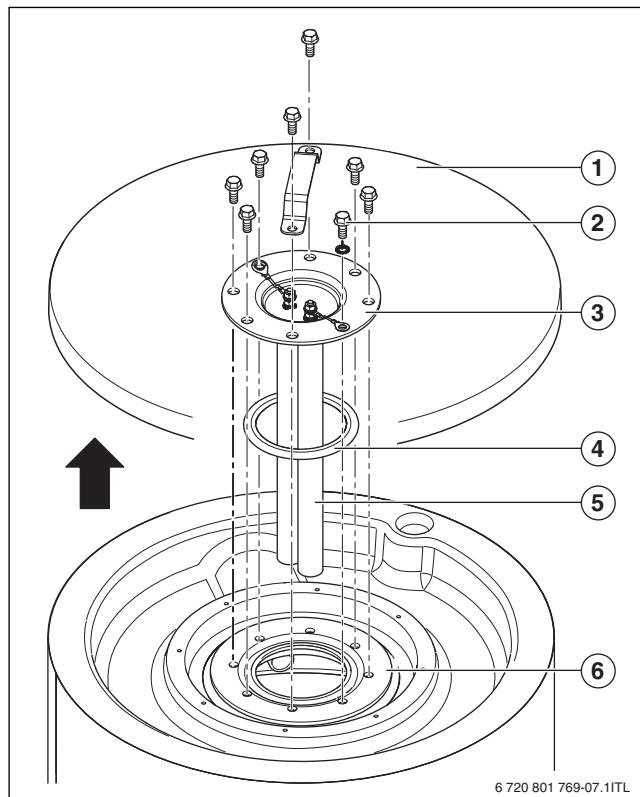
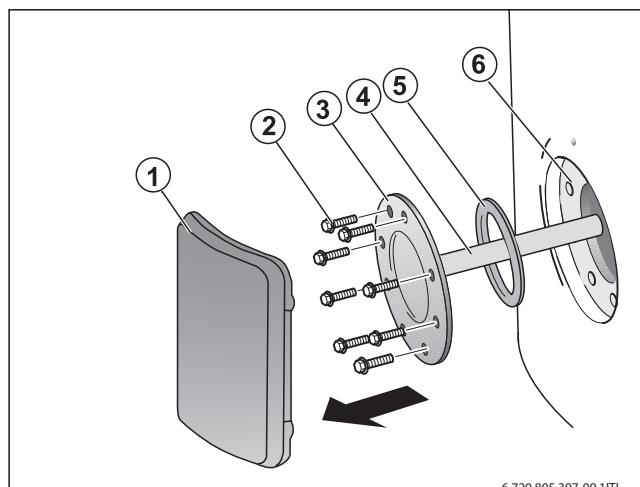

Fig. 17 Démonter le couvercle de la trappe de visite SU54/5
Fig. 18 Démonter le couvercle de la trappe de visite SU80/5, SU100/5
- Retirer le recouvrement de l'habillage PS (SU54/5) (→ fig. 17, page 50, [1]) ou le couvercle de la trappe de visite (SU80/5, SU100/5) (→ fig. 18, page 50, [1]) du ballon d'eau chaude sanitaire.
- Démonter la trappe de visite (→ fig. 17, page 50) si ce n'est pas encore le cas.